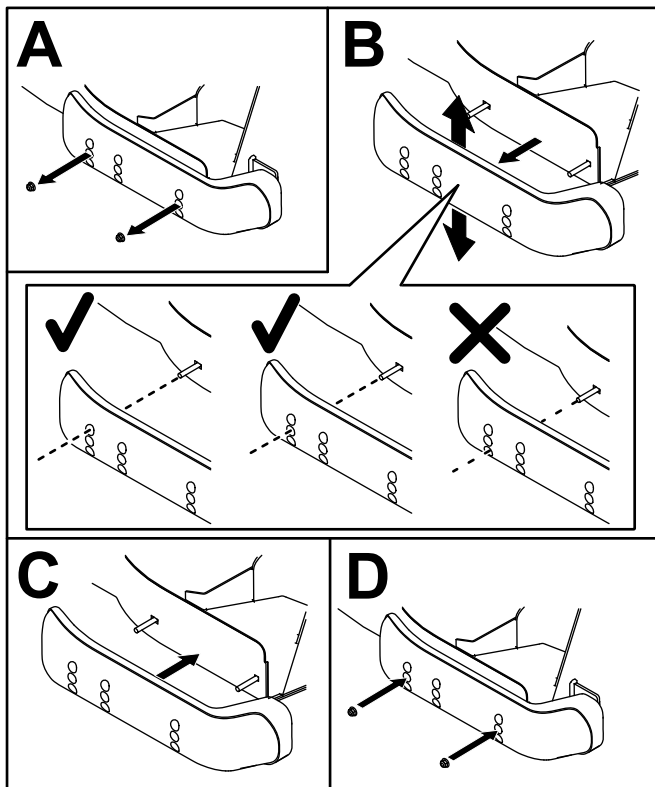

Bild 15
3. Bewegen Sie die Kufe in die gewünschte Position und sichern Sie diese mit Bundkopfschrauben und -muttern am Mähwerk (**Bild 15**).